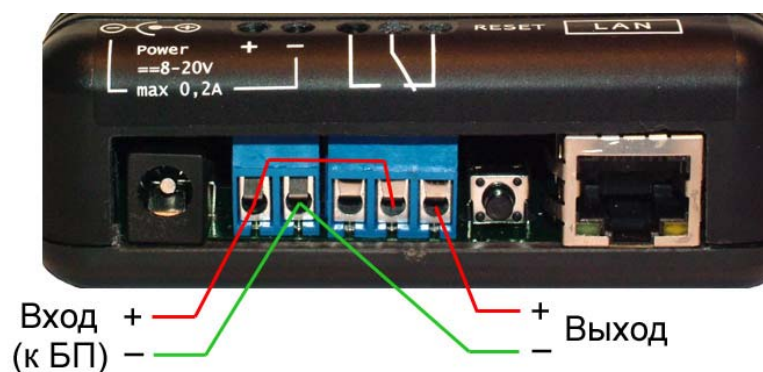

Рис. 3
На рис. 3 показан вариант включения устройства PING3 в разрыв цепи питания сетевого оборудования, имеющего внешний блок питания. При таком подключении устройство PING3 питается от штатного источника питания сетевого оборудования, при этом напряжение питания нагрузки коммутируется нормально замкнутыми контактами реле.
- PWR1 – реле выключается. Учитывайте это, определяя способ подключения нагрузки через нормально замкнутые или через нормально разомкнутые контакты реле. Например, если нагрузкой является обмотка контактора, включающего электродвигатель привода открывания ворот или обогреватель, то будет крайне нежелательно, если они включатся при перезагрузке устройства PING3 или при обновлении firmware. В этом случае рекомендуется подключать нагрузку через нормально разомкнутые контакты реле. Если же нагрузкой является коммутатор, через который осуществляется связь с устройством PING3, то его необходимо подключить через нормально замкнутые контакты (рис. 3) – тогда при входе в режим обновления firmware коммутатор останется включенным и связь с устройством не будет потеряна.